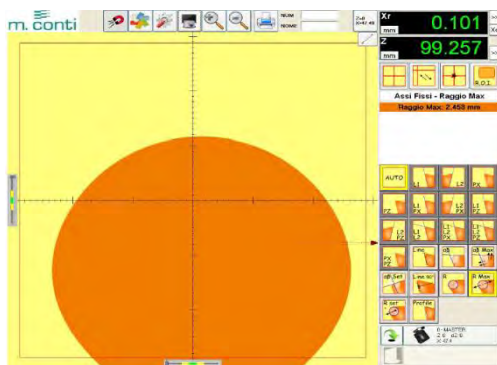

fig. G11
- Cliquer sur un point à l'intérieur de l'outil et sur un autre point en dehors de l'outil (fig. G11).